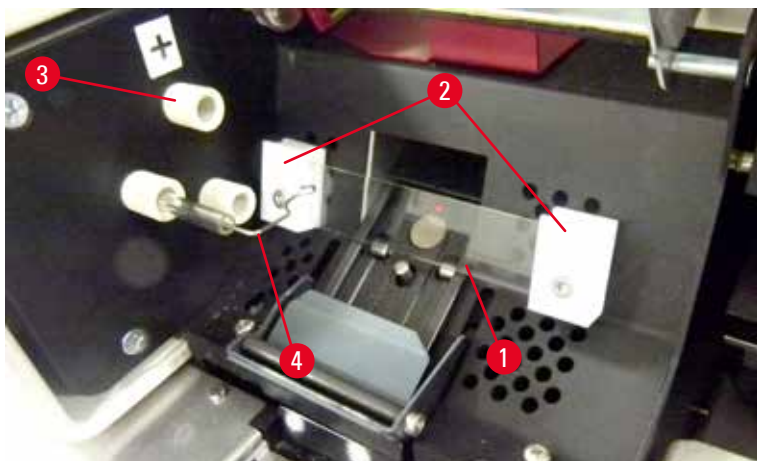

Fig. 20
5. Assurez-vous que le ressort de contact (→ "Fig. 19-2")/(→ "Fig. 20-4") est déconnecté du fil d'allumage de l'ampoule (→ "Fig. 21-1") (voir aussi (→ "Fig. 20")).